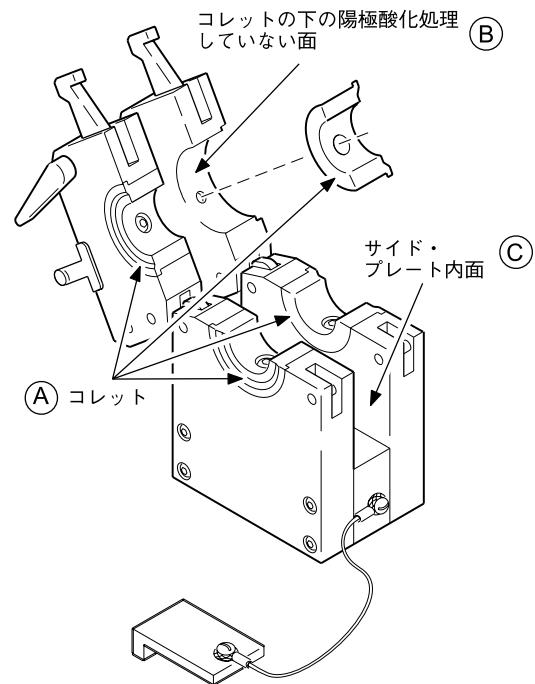

図23: コレットおよびコレット取り付け面のクリーニングを行う
1. フィクスチャー・ブロックに汚れ、磨耗、損傷が生じていないか検査します。図23をご参照ください。